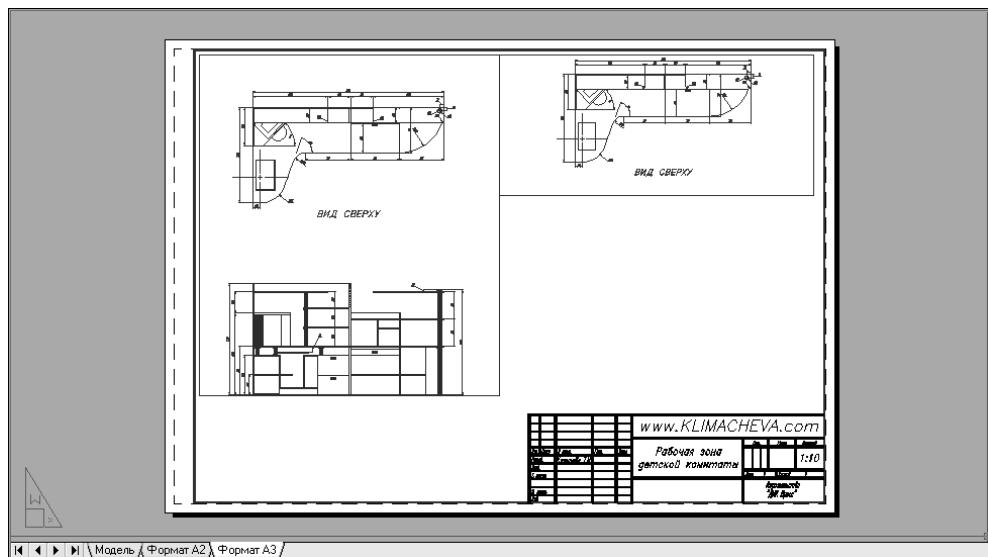

Рис. 13.28 ▼ Вид компоновки **Формат А3**
- Переключитесь в режим **ЛИСТ** (PAPER) и измените высоту левого видового экрана так, чтобы снизу не были видны технические требования (рис. 13.28).